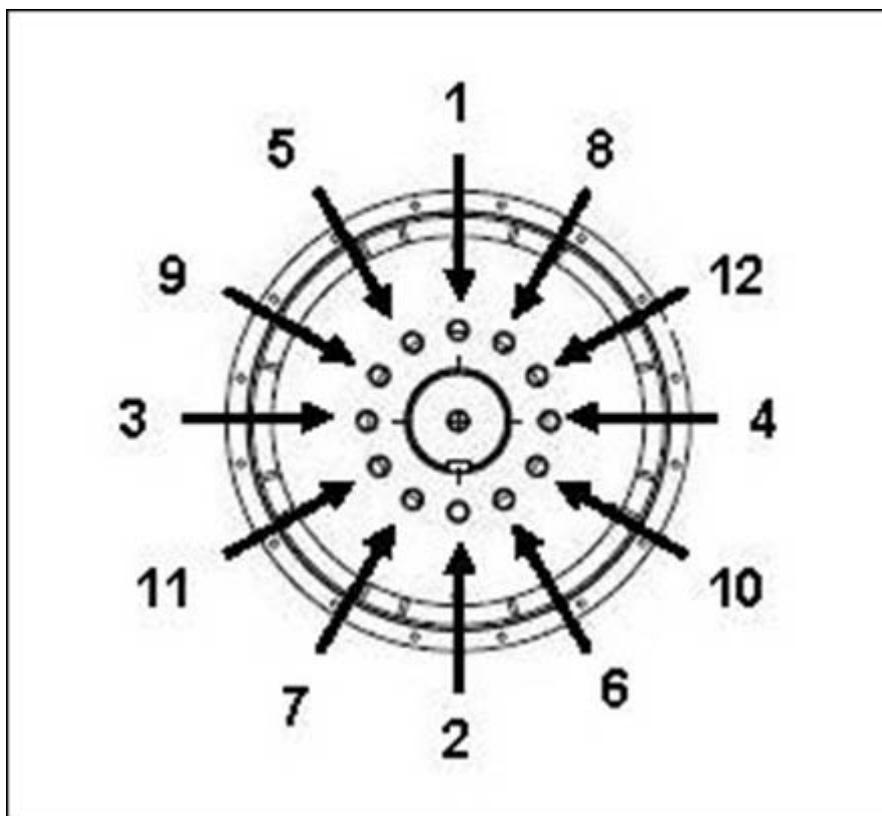

FIGURA 17. SECUENCIA DE FIJACIÓN AL CUBO
4. Si es necesario, apriete los pernos de los discos de acoplamiento en la secuencia que se muestra en Figura 17 en la página 31.